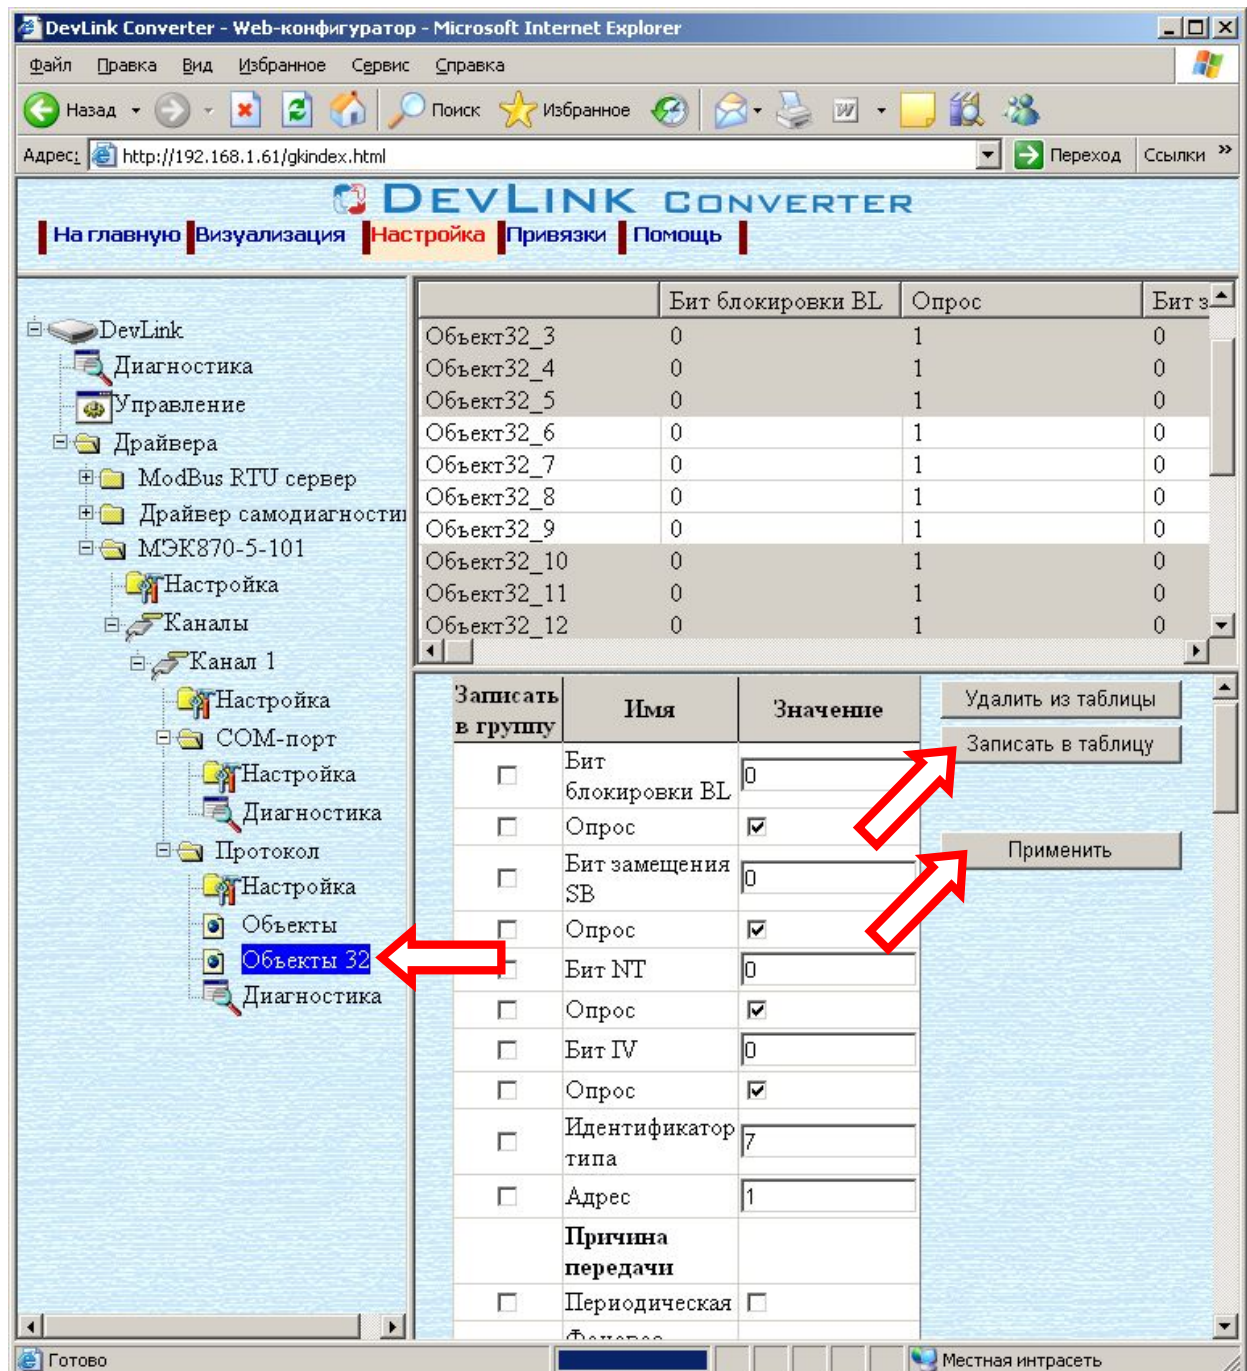

Рисунок 3.10 - Настройка объекта информации Строка 32 бита
Параметр настройки объекта информации (рисунок 3.10):
- Выберите в дереве лист «Объекты 32» (рисунок 3.10)